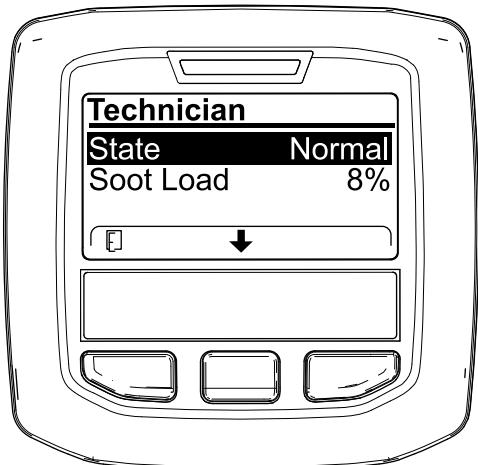

Bild 42
- Lesen Sie in der Tabelle für den Dieselpartikelfilter-Betrieb den aktuellen Zustand des Dieselpartikelfilter-Betriebs nach (Bild 42).